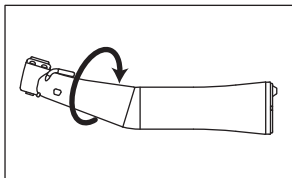

Fig. 6
- 3) Tournez la tête dans la direction de la flèche soutenant la lime. (Fig.6)